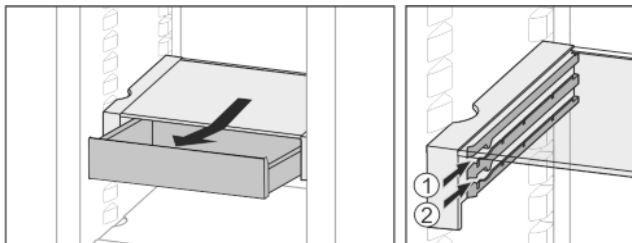

Fig. 23
- ▶ Вкарайте го на височина по избор Fig. 23 (1) или Fig. 23 (2).